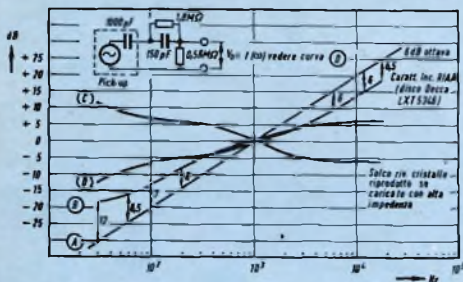

Fig. 4 - Curve di equalizzazione (vedi testo).
andamento in funzione della frequenza è pertanto rappresentato da una curva che risulta dalla differenza tra l'incisione RIAA e la retta sopra menzionata (v. fig. 4 curva $C = B - A$). Se si tiene presente che l'impedenza interna del generatore è puramente capacitiva ($500 \div 1.000 \text{ pF}$), si giustifica facilmente la tecnica correntemente usata negli amplificatori di media qualità e cioè quella di disporre un carico di alcune centinaia di $k\Omega$ sul rivelatore a cristallo per compensare l'andamento della curva C sopra menzionata (almeno entro un campo sufficientemente largo di frequenze). Una soluzione più corretta, specialmente nei preamplificatori a valvole, potrebbe essere ottenuta adottando come carico una rete mista (R-C) opportunamente dimensionata (vedi curva D della fig. 4 e relativo circuito).
La (6) esprime pertanto in dB la legge di variazione dell'ampiezza del solco (curva c della fig. 4) come differenza tra la curva di incisione (curva B) e la retta avente pendenza 6 dB/ottava (retta A).